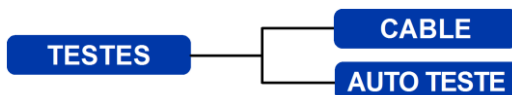

Fig 15 Mapa de Menu de Testes - Teste de Ethernet (1)
(1) Quando uma Unidade Remota SignalTEK II está diretamente conectada mas nenhuma rede ativa é detectada, a barra de informações da tela inicial lerá "Ethernet". Quando o ícone TESTES (TESTES) é selecionado, os testes de Ethernet mostrados no mapa de menu da Fig 15 estão disponíveis.